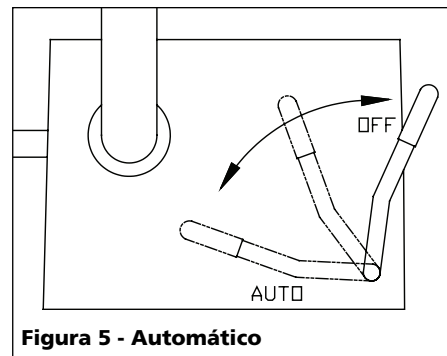

Figura 5 - Automático
- **Presostato** - Automático (Figura 5) - En la posición **AUTO** el compresor se apaga automáticamente cuando la presión del tanque alcanza el nivel máximo fijado en la fábrica. En la posición **OFF**, el compresor no funcionará. El presostato debe colocarse en **OFF** para conectar o desconectar el cordón eléctrico del tomacorrientes o para cambiar la herramienta neumática.